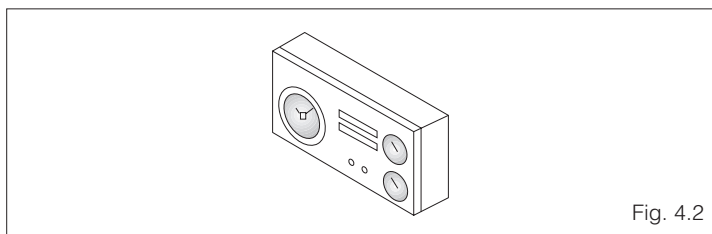

Fig. 4.2
- regolare il termostato ambiente alla temperatura desiderata ($\sim 20^{\circ}\text{C}$) oppure se l'impianto è dotato di programmatore orario o termoregolazione verificare che sia "attivo" e regolato ($\sim 20^{\circ}\text{C}$) (fig. 4.2)